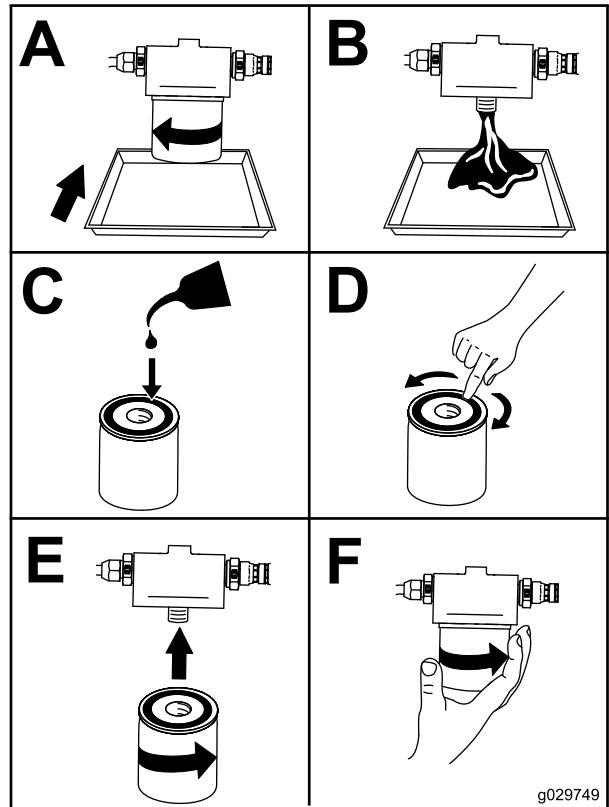

Figure 46
- Remplacez le filtre à huile (Figure 46).